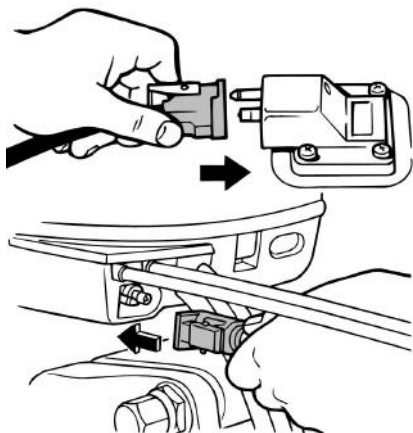

Рис. 31 Подключение внешнего топливного бака
2. Соедините разъёмы топливного шланга с разъёмами на внешнем топливном баке и моторе (Рис. 31).